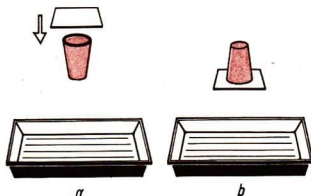

Bild 111/1
1. Fülle ein Zahnputzglas vollkommen mit Wasser! Lege darauf eine Postkarte oder ein anderes Stück dünnen Karton! Drehe jetzt beides herum (bleibe vorsichtshalber über einer Schüssel)! Warum fällt der Karton nicht ab (Bild 111/1)?